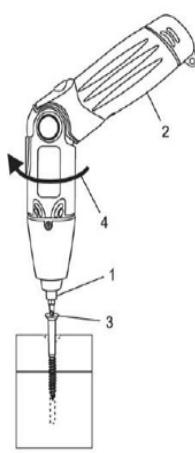

Fig.7
2. Introduzca completamente la broca en el destornillador (1) (Fig.7).
3. Girar el mango hasta una posición cómoda (2).